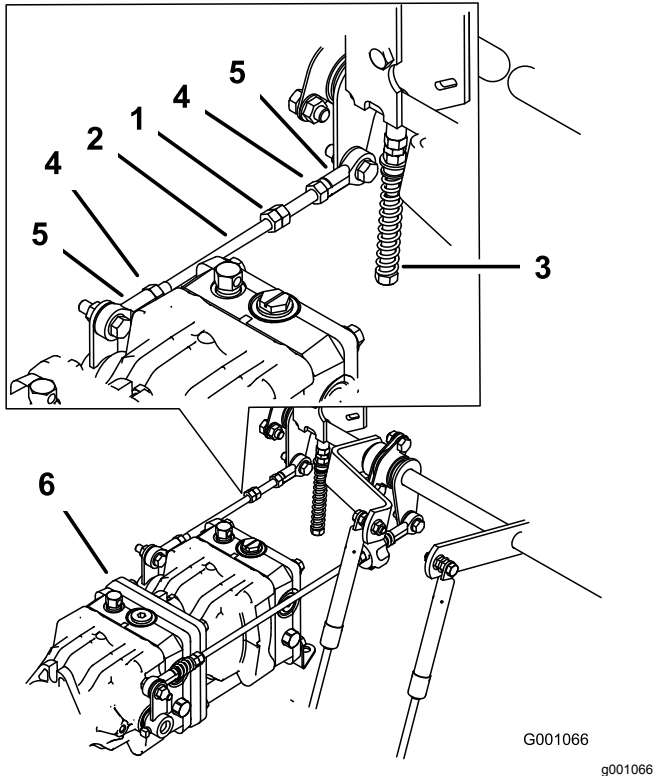

Figura 100
1. Afloje las contratueras de la articulación esférica de la varilla de control de la bomba (Figura 100).
3. Ajuste la longitud de la varilla de la bomba girando las tuercas dobles de la varilla, en el sentido apropiado, hasta que la rueda quede estacionaria o se mueva muy lentamente en marcha atrás (Figura 100).
6. Apriete las contratuercas de las articulaciones esféricas (Figura 100).